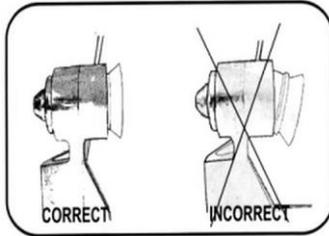

Abb. 35
5. Führen Sie die Dichtung der Ansaugkappe in die Spiralleiste ein, indem Sie diese tief eindrücken (Abb. 35).